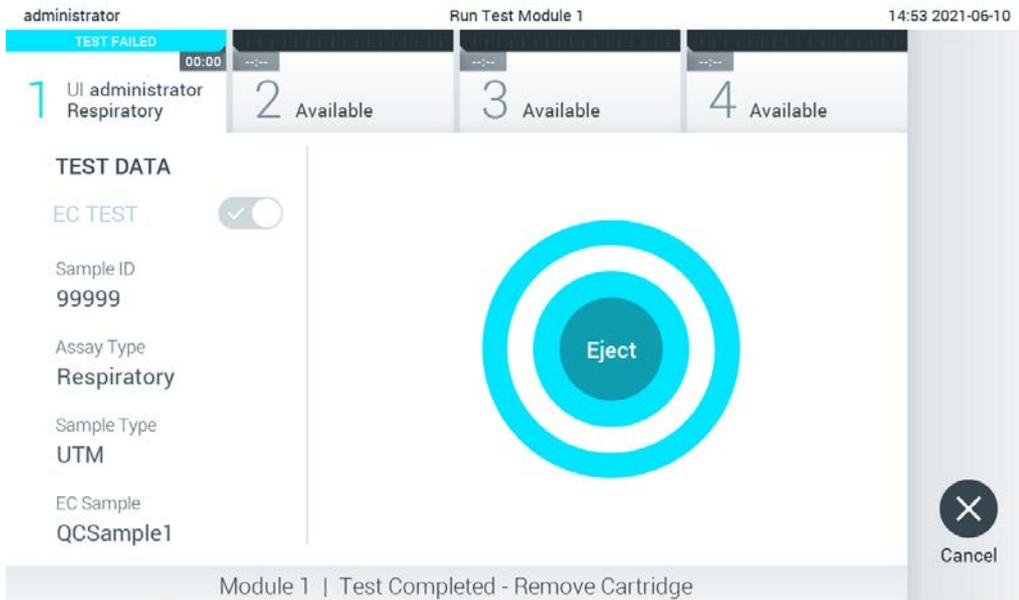

Figura 95. Schermata Eject (Espelli).
11. Al termine del test, verrà visualizzata la schermata Eject (Espelli) (Figura 95, pagina successiva). Press  Eject (Espelli) sul touchscreen per rimuovere la cartuccia d'esame QIAstat-Dx e smaltirla come rifiuto a rischio biologico in conformità alle normative e alle leggi nazionali.